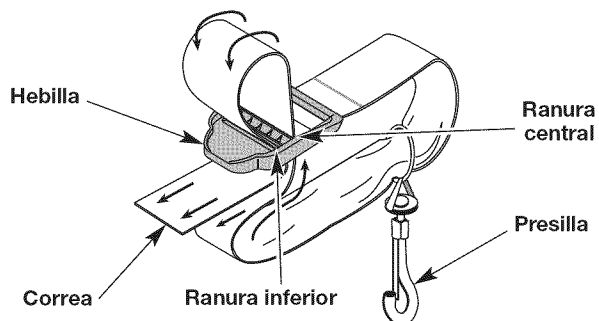

Fig. 3
1. Empuje la correa hacia arriba a través de la ranura en el centro de la hebilla (Fig. 3).
2. Doble la correa y empújela hacia abajo a través de la ranura inferior de la hebilla (Fig. 3).